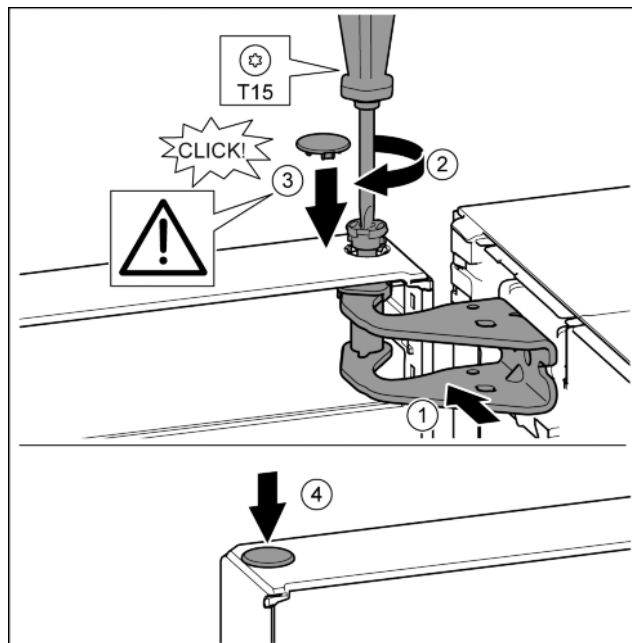

Fig. 24
- Orienter la porte en haut pour l'ouverture dans le support de palier. *Fig. 24 (1)*
- Poser le boulon et le visser avec un tournevis T15. *Fig. 24 (2)*
- Monter le cache de sécurité pour sécuriser la porte : Mettre en place le cache de sécurité et vérifier qu'il repose sur la porte. Sinon, enfoncer à fond le boulon. *Fig. 24 (3)*
- Mettre le bouchon en place. *Fig. 24 (4)*